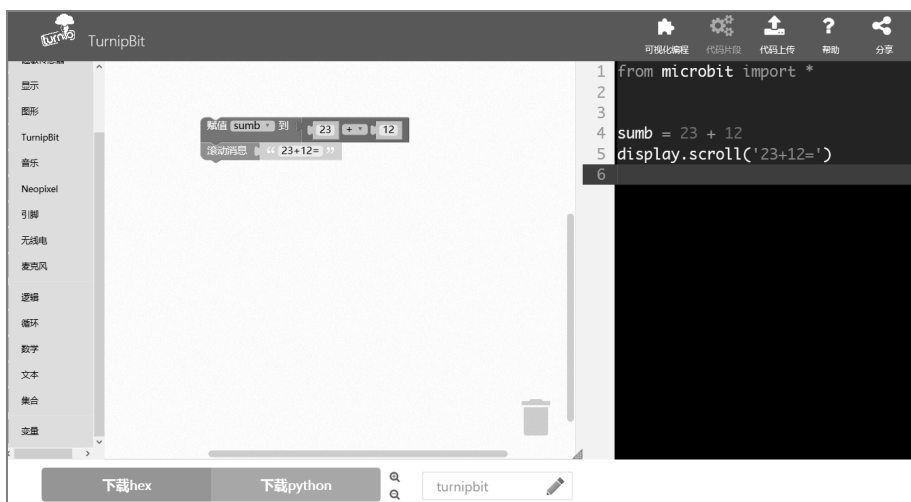

图 4-4 显示等式
③ 显示等式。点击“显示”→“滚动消息 ‘Hello World!’”，拼插到“赋值 sumb 到”的下面，同时将“Hello World!”修改为“ $23+12=$ ”，如图 4-4 所示。